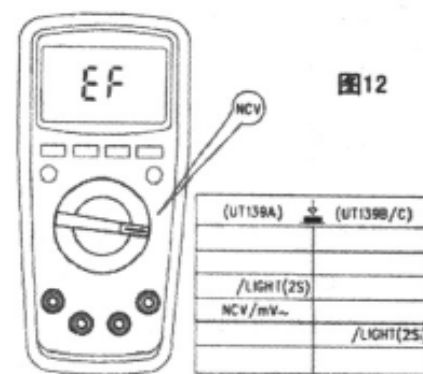

Figure 12
9) Бесконтактное обнаружение переменного напряжения (смотреть Figure 12)